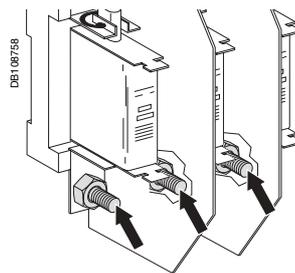

Fig. 15 : raccordement de puissance coffrets C1 et C2.
- brancher les phases repère L1, L2, L3 sur les plages repérées L1, L2, L3 (fig. 15, 16, 17 et 18).